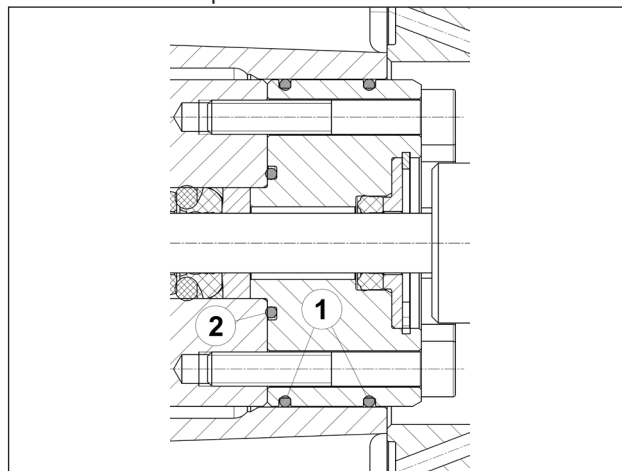
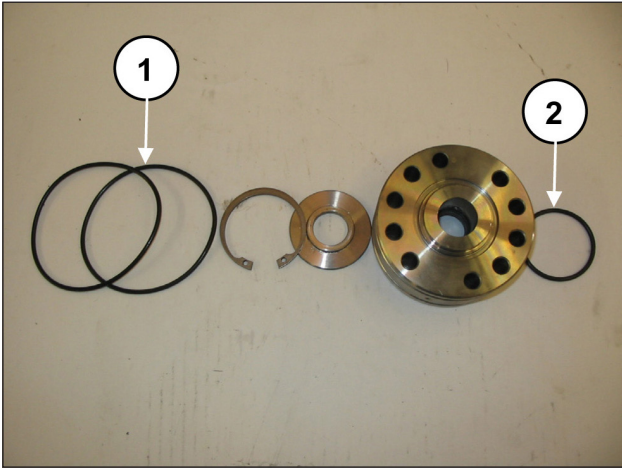

Fig. 127
Fig. 128
Remonte o grupo de suporte de vedação (Fig. 127 e Fig. 128), substituindo os componentes ① e ②.